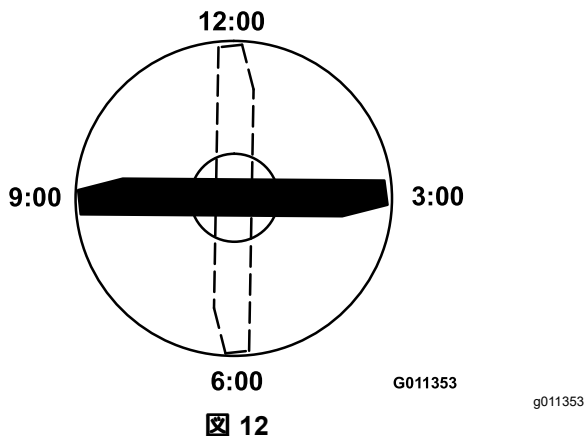

図 12
4. ブレードの印の付いているほうの端部を12時の位置車両進行方向に向け図 12、作業台の表面からブレードの切っ先までの高さを測定する。
5. 印の付いている端部を3時の位置と9時の位置に向けて図 12それぞれ高さを測定する。